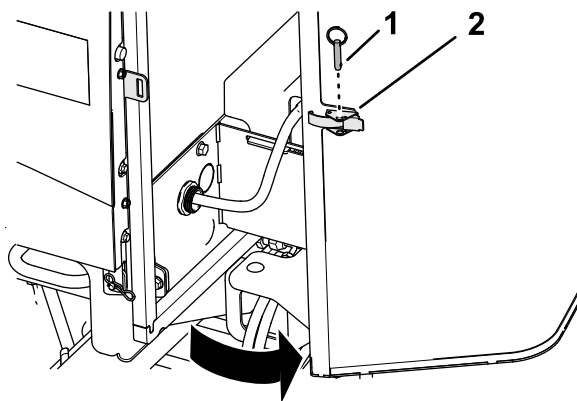

Figura 60
1. Retire el pasador de bola del cierre de la rejilla (Figura 60).